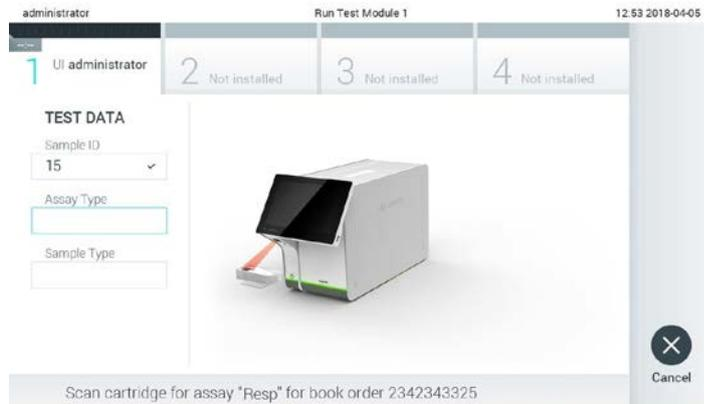

Figura 74. Scansione del codice a barre della cartuccia d'esame QIAstat-Dx.
- Quando la richiesta del test è stata ricevuta con successo dall'host, compare il testo "Scan cartridge for assay <assay_name> and book order <order_number>" (Scansione cartuccia per l'esame <nome_esame> e richiesta prenotazione <numero_richiesta>). Eseguire la scansione del codice a barre della cartuccia per esami QIAstat-Dx (Figura 74, pagina successiva).